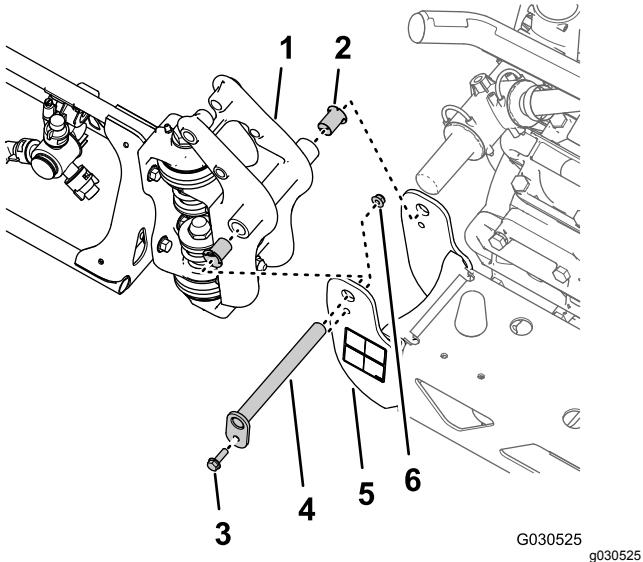

Рисунок 40
1. Удалите фланцевый болт (5/16 x 1 дюйм) и фланцевую контргайку (5/16 дюйма), которые крепят ось поворота к кронштейну оси поворота (Рисунок 40).
2. Снимите ось поворота с кронштейна оси поворота средней секции опрыскивателя и с крепления оси поворота наружной секции опрыскивателя (Рисунок 40).
3. Отделите наружную секцию опрыскивателя от средней секции опрыскивателя и снимите наружную секцию с машины (Рисунок 40).
4. Снимите 2 нейлоновые фланцевые втулки с крепления оси поворота наружной секции опрыскивателя (Рисунок 40).